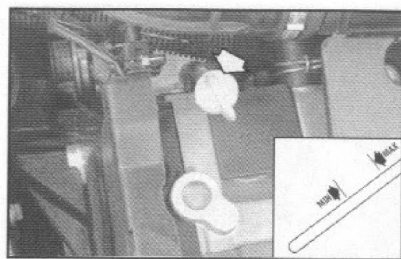

fig. 2
- retire o bujão de escoamento do óleo, localizado na região inferior do cárter - fig. 2 ou 3;